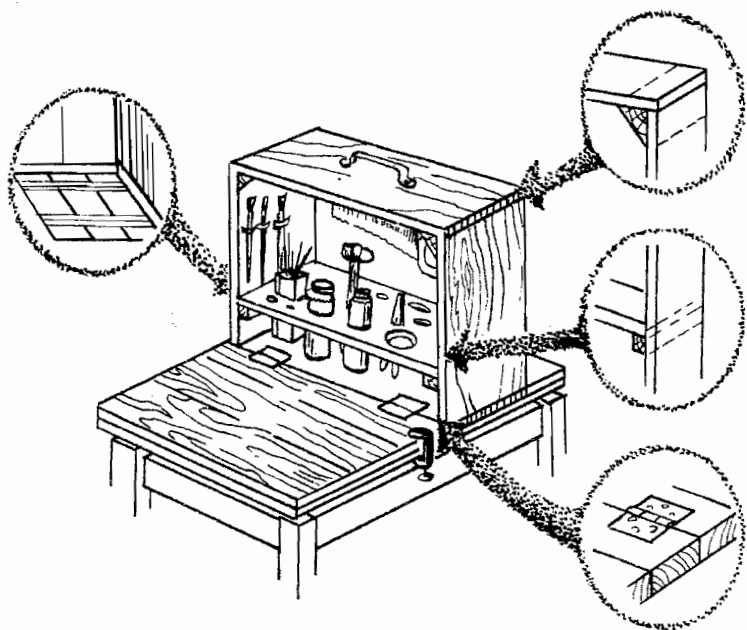

Рис. 37. Ящик-чемодан.
*Ящик-чемодан* (рис. 37) сколачивается из досок и фанеры. Размеры его выбираются в зависимости от количества инструментов, подлежащих хранению.